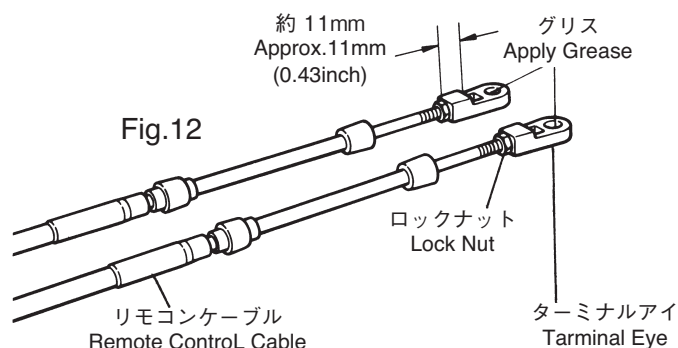

Fig.12
(2) リモコンケーブルの先端のネジ部へ附属のターミナルアイを約 11mm ネジ込みロックナットで固定します。この時ターミナルアイ先端の取付穴部にグリスを塗っておきます。(Fig.12)
(2) Thread the tip of the remote control cable into the terminal eye up to approx. 11 mm, then lock them with a lock nut. Here, apply grease to the hole of the terminal eye. (Fig.12)